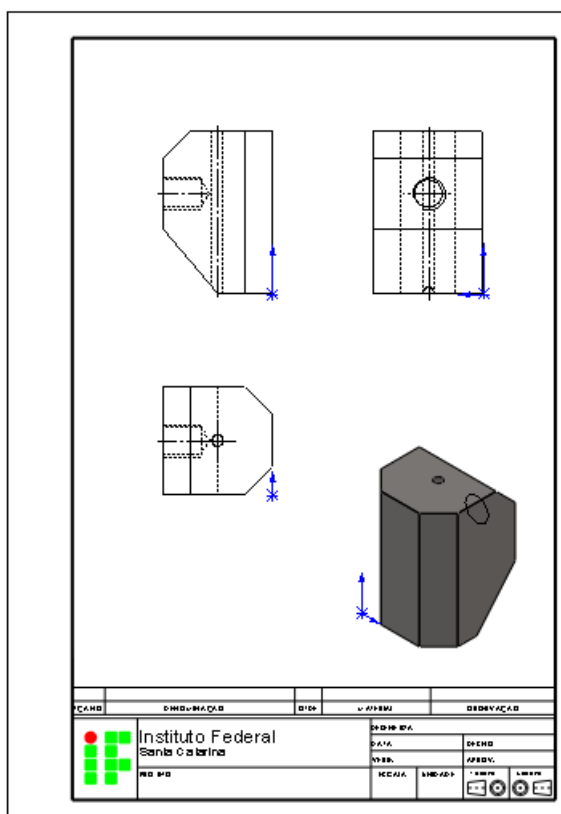

Figura 3.8 - Inserindo linhas de centro.
5.3. Na vista frontal, clique nas linhas tracejadas que pertencem aos furos. Observe que será inserida de forma automática a linha de centro. Repita esse procedimento no furo com rosca na vista superior. A Figura 3.8 mostra como ficam as vistas após a inserção das linhas de centro.